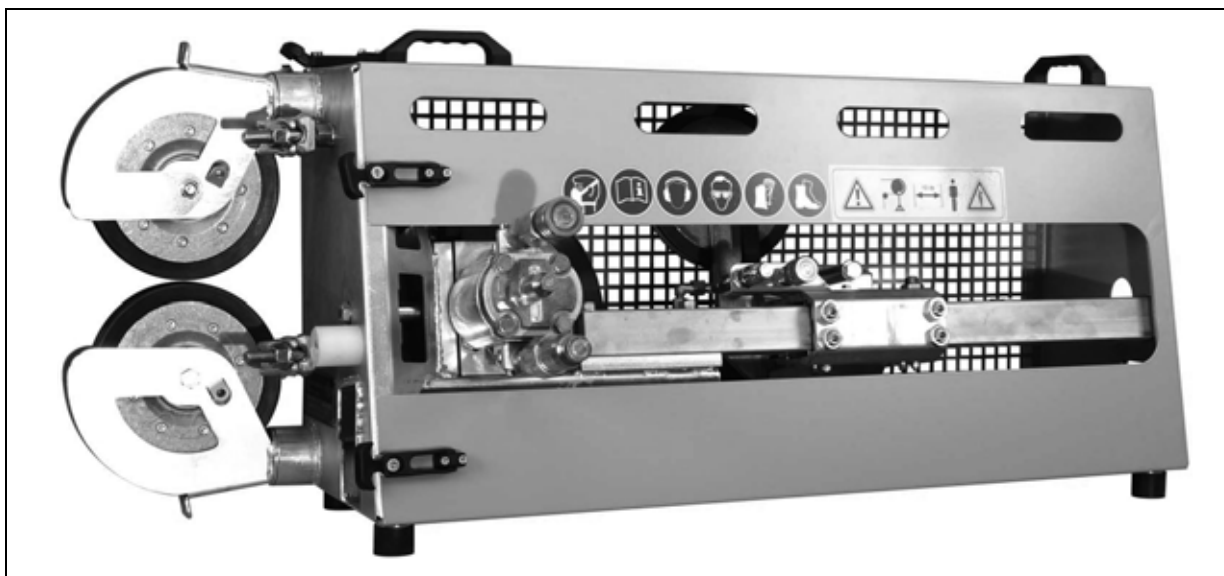

Рис. 1.1 Канатный автомат CSA•100 H с (доп.) гидромотором HM•23
Мини-Канатный автомат CSA•100 (H) (см. Рис. 1.1) специально разработан для выполнения работ по резке с небольшой и малой площадью спила с помощью алмазных канатов и представляет собой компактный приводной механизм каната со встроенным накопителем. Автомат отличается универсальностью применения на строительной площадке, высокой надежностью конструкции и очень малым подготовительным временем. Все элементы привода изготовлены из высококачественных, надежных гидравлических компонентов. Благодаря встроенному накопителю каната возможен прием максимум 10,5 м алмазного каната, что соответствует возможности вывода и охвата строительной конструкции канатом длиной максимум до 6,5 м. Исключаются простои для перенастройки,